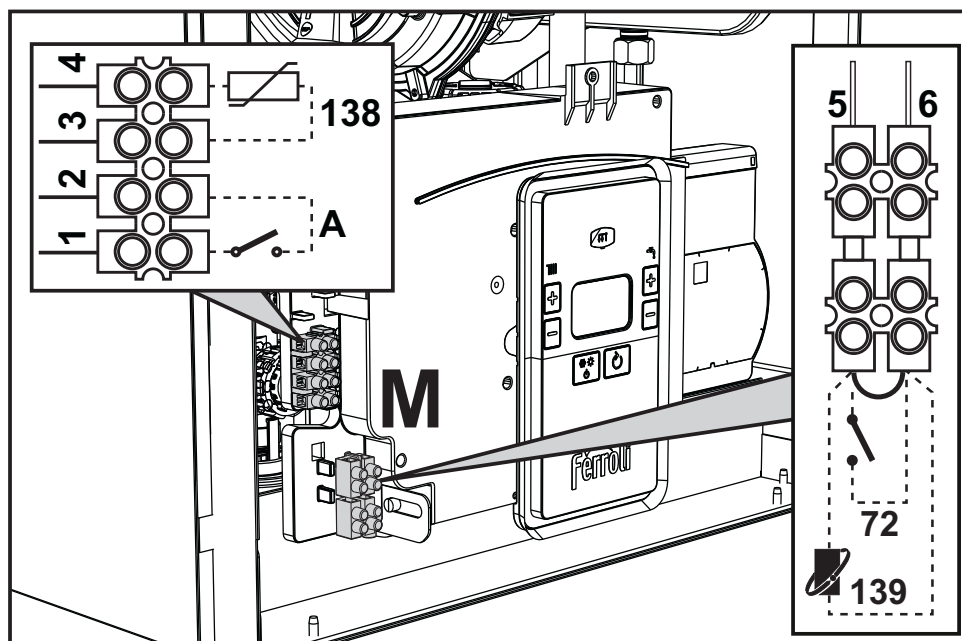
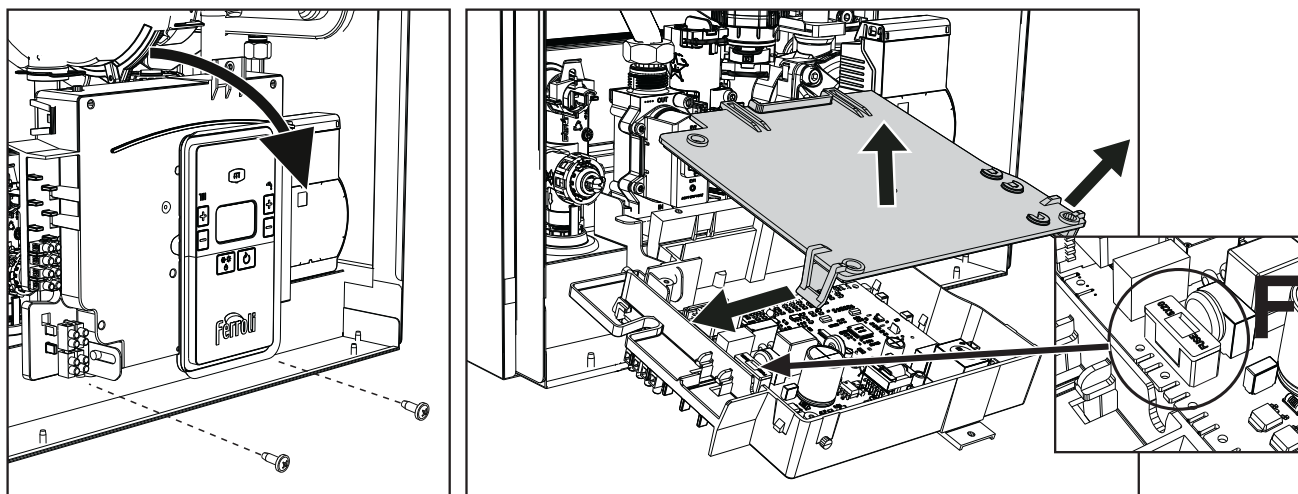

рис. 18
рис. 19
После снятия передней панели (*** 'Открытие передней панели' on page 215 ***) можно получить доступ к клеммным колодкам (M) и предохранителю (F), действуя согласно нижеприведенным указаниям (рис. 18 и рис. 19). Клеммы, указанные на рис. 18, должны иметь чистые контакты (не 230В). Расположение зажимов и их назначение показаны также на электрической схеме на рис. 45.
Конфигурация выключателя ON/OFF (А рис. 19)